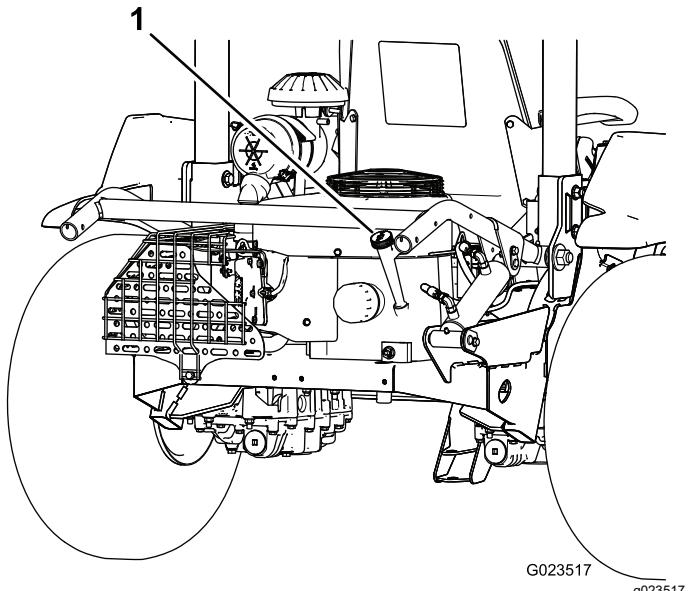
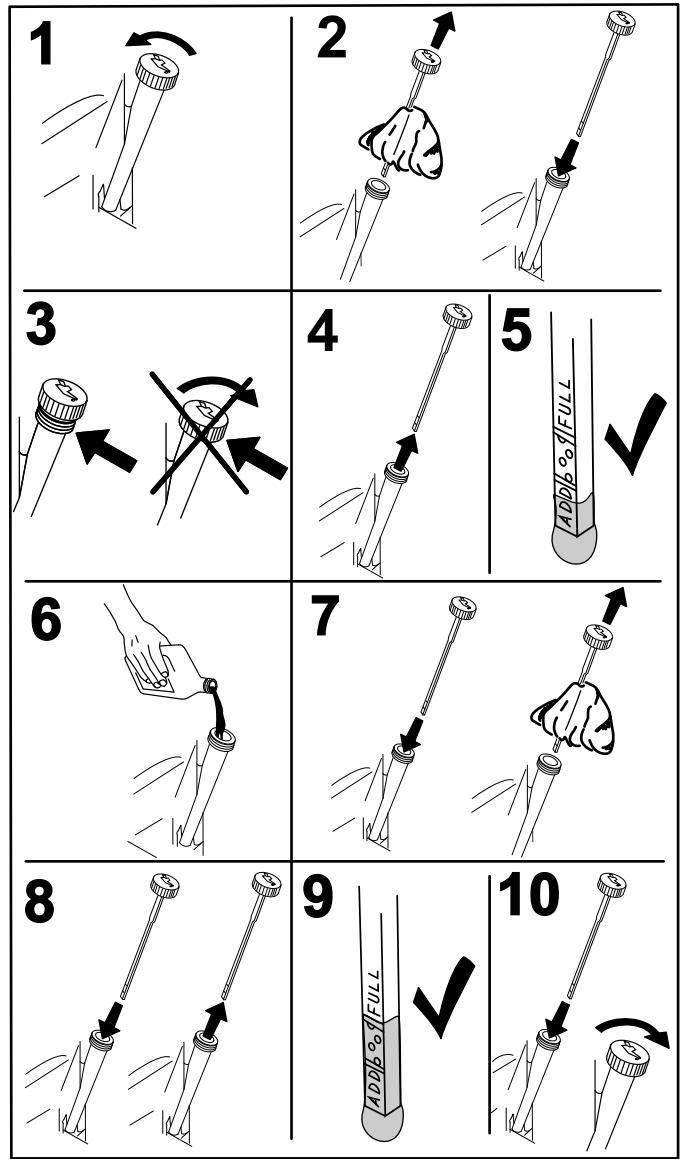

Figure 38
Figure 39
- Sortez la jauge (Figure 38) et essuyez-la sur un chiffon propre (Figure 39).